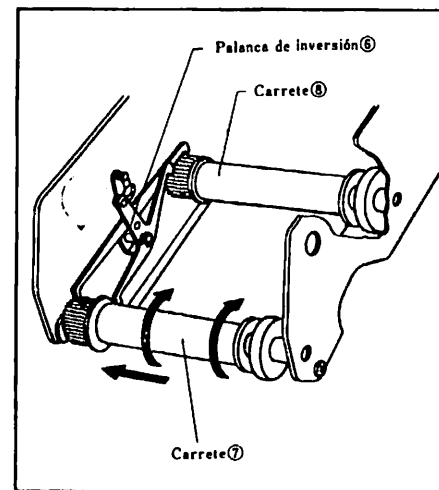

Fig. 6
6. COMO CAMBIAR LA CINTA (Ver Fig. 6 y 7)
- 1) Primeramente, verifique si la palanca de inversión del movimiento de la cinta ⑥ en la fig. 6 está inclinada hacia el interior de la máquina. Si estuviera inclinada hacia el frente, empújela hacia el interior.
- 2) Enrolle la cinta completamente en el carrete de la cinta ⑦ ubicado en el frente de la máquina. Después extraiga el carrete con la cinta de la máquina.
- 3) Instale una nueva cinta con carrete ⑦ en la máquina. Luego enrolle la cinta en el carrete ⑧ pasando por el exterior del eje guía de la cinta ⑨, y fíjela con el sujetador de la cinta ⑩.
- 4) Enrolle la cinta en el carrete ⑧ hasta que la huelga desaparezca, y tire la palanca de inversión del movimiento de la cinta ⑥ hacia el frente.